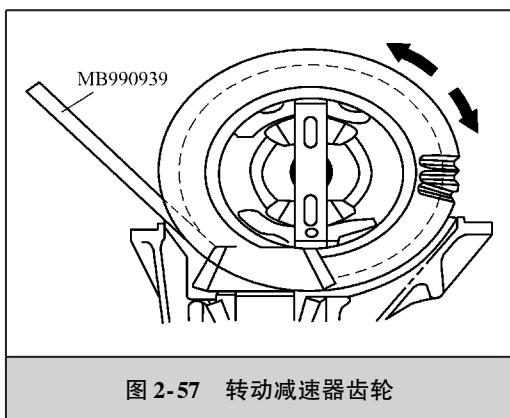

图 2-57 转动减速器齿轮
② 正反两个方向转动减速器齿轮，然后检查两个齿轮的啮合印痕（部位），如图 2-57 所示。